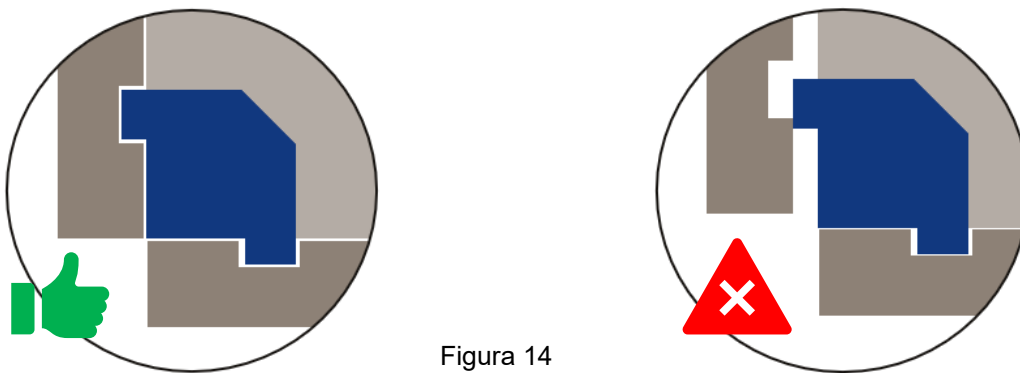

Figura 14
- Dacă este vizibil acest lucru, verificați dacă panourile sunt îmbinate CORECT cu grinzile înainte de a continua (figura 14).